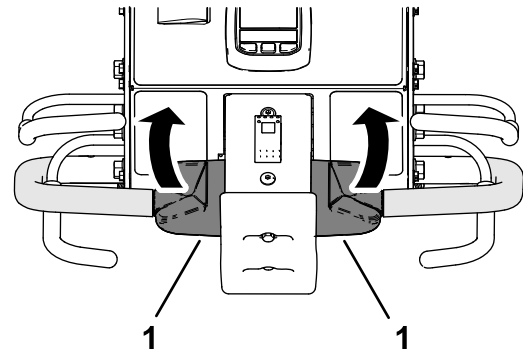

Bild 38
3. Halten Sie den Schaltbügel und den Aerifizierbügel fest und drehen Sie den oberen Teil des Fahrtriebshebels nach hinten (Bild 38).